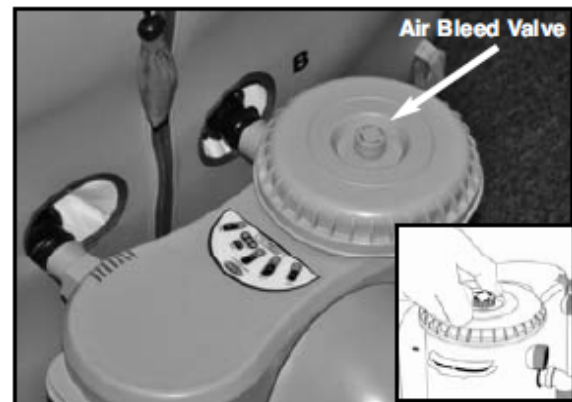

Fig 14
- 3 ポンプフィルターカバーの上にあるのエア抜きバルブより、ポンプフィルター内の空気をできるだけ抜いて下さい(Fig14)。バルブを開いて1分ほどすると、バルブから水が溢れてきますので、その後、バルブをしっかりと締めて下さい。
- 10 ポンプフィルターカバーの上にあるエア抜きバルブより、ポンプフィルター内の空気をできるだけ抜いて下さい(Fig 14)。バルブを開いて1分ほどすると、バルブから水が溢れてきますので、その後、バルブをしっかりと締めて下さい。